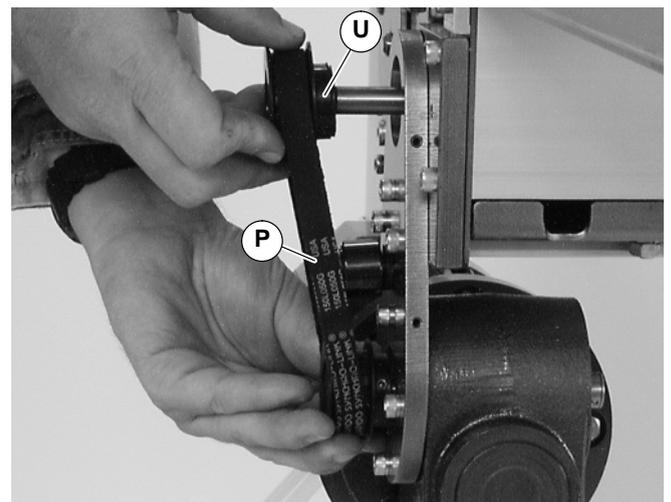

Abbildung 13
**HINWEIS:** Falls der Zahnriemen nicht über die Zahnscheibenflanke gleitet, die Madenschrauben der Abtriebszahnscheibe (U siehe Abbildung 13) lösen, und Zahnscheibe samt Riemen abnehmen (P). Für erneute Installation siehe Schritte 6 und 7 auf Seite 6.
3. Zahnriemen (P siehe Abbildung 13) entfernen.